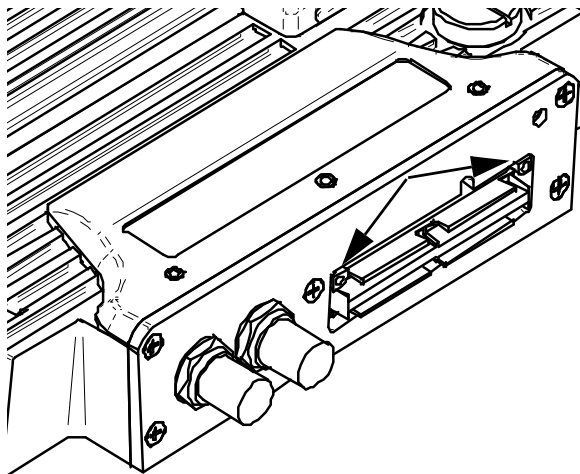

图 B-2 相控阵模块接口中的导向针插孔
- a) 使相控阵探头连接器的导向针对准相控阵模块接口中的导向针插孔（参见第 130 页的图 B-2）。